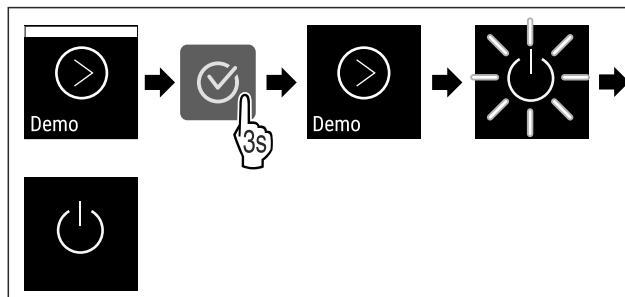

Fig. 101
- ▶ Végezze el a gyakorlati lépéseket (lásd Fig. 101) .